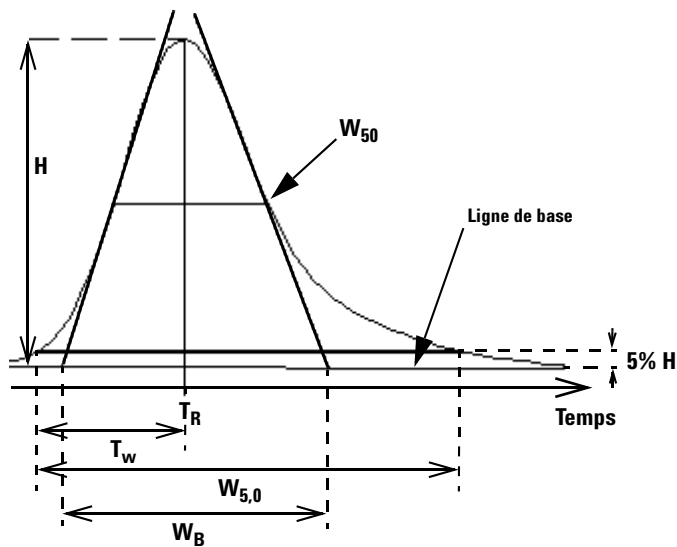

Figure 44 Paramètres de mesures des performances
- W_B** Largeur de base, 4 sigma, obtenus par intersection de la ligne de base avec les tangentes aux points d'inflexion (*largeur de pics aux tangentes*). Voir également Figure 44 page 249.
- $W_{50,0}$** largeur à 50% de la hauteur (*largeur à mi-hauteur vraie* ou *2,35 sigma*). Voyez la Figure 44 pour plus de détails.
t_w = distance en min entre le début du pic T_R , mesuré à 5% de sa hauteur (voir la Figure 44 page 249)
W_B = largeur de base [min] (voir Figure 44)
W_{50} = largeur de pic à mi-hauteur [min] (voir Figure 44)